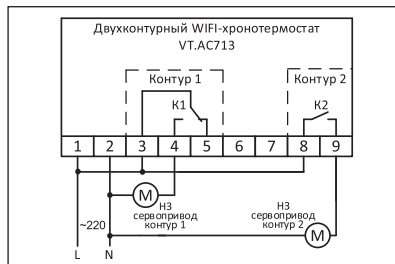

Рис. 2
6.2.2. Для подключения нормально закрытых сервоприводов с питанием ~ 220 В устанавливается перемычка между клеммами 1, 3 и 8 для подачи фазного провода на общие контакты управляющих реле. Сервопривод контура 1 подключается к 2 и 4 клеммам, контура 2 – к 2 и 9 клеммам (*рис. 2*).